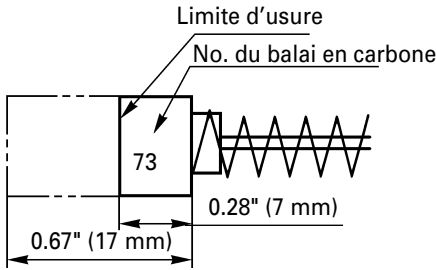

Fig. 20
4. Contrôle des balais en carbone (Fig. 20)
Utiliser le balai en carbone HITACHI No. 73 indiqué sur la Fig. 20.